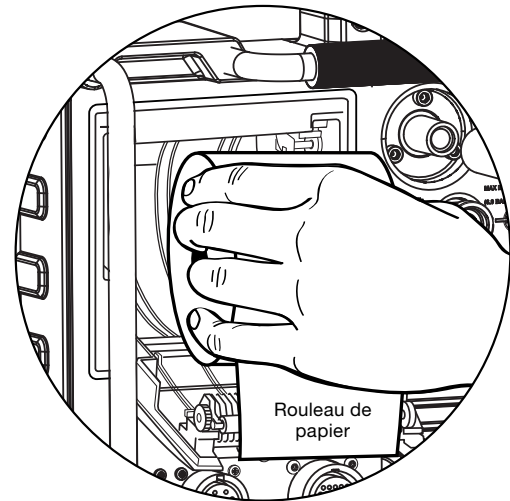

Fig. 52 – Charger le rouleau de papier
3. Placez le rouleau neuf dans l'imprimante comme indiqué (cf. Fig. 52). Veillez à introduire le rouleau de manière à ce que l'alimentation se fasse par le haut.